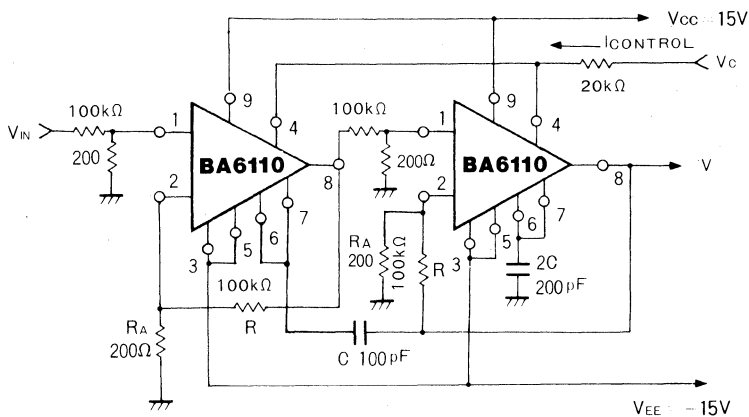

Fig.11 電圧制御2次ローパスフィルタ
(3) BA6110の応用回路例として電圧制御2次ローパスフィルタとしての応用例を Fig.11 に示します。